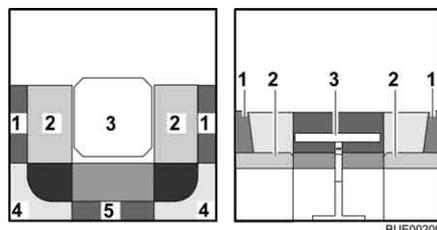

Fig. 72 Prima della trasformazione
- Trasformare il tavolo (Fig. 72,3) in struttura di supporto letto (vedi paragrafo 6.10).